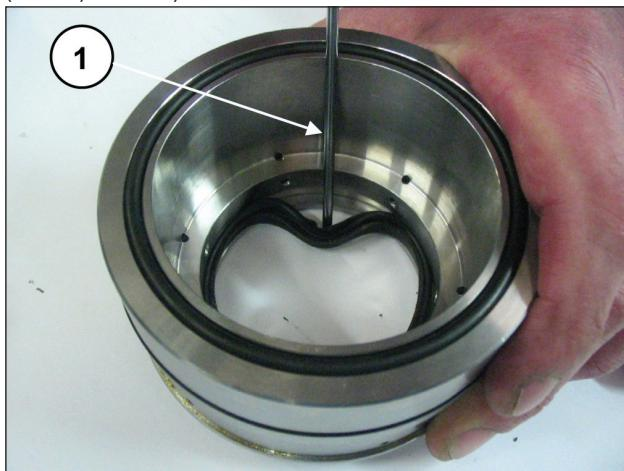

Рис. 168
Для снятия уплотнения для низкого давления необходимо использовать толщиномер или другой инструмент, который не может повредить гнездо опоры уплотнений (поз. ①, Рис. 168).